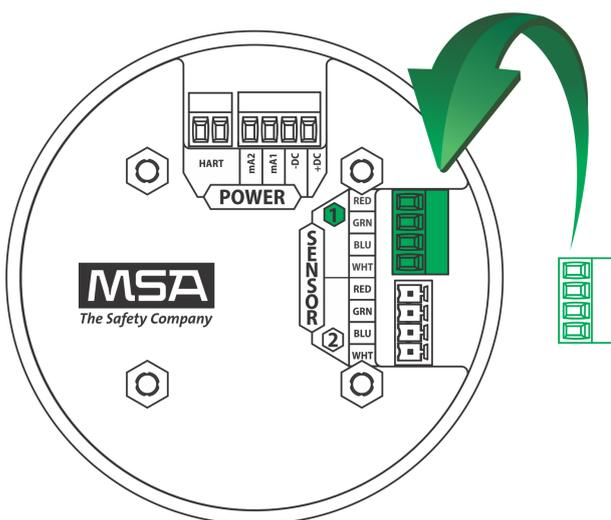

图 27 将传感器连接至主板
- (9) 将连接器连接至主板架，确保相应的电线都连接至正确端子。
- (10) 连接 HART 线（用于可选的本地 HART 端口）。
- (11) 使用绿色连接器连接 XCell 或 XIR PLUS 传感器。传感器线即已按所示方法连接至盖板（参见图 27）：